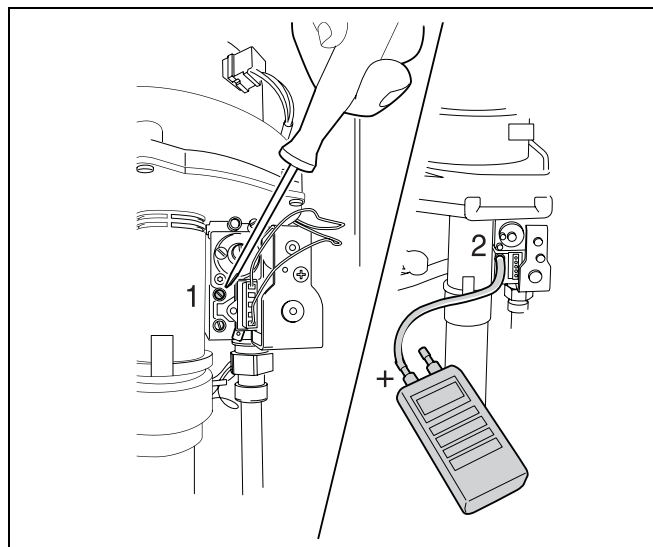

Рис. 31 Измерение и установка соотношения газ/воздух
- Ослабить винт в верхнем измерительном ниппеле (измерительный ниппель давления горелки) на два оборота (рис. 31, поз. 1).
- Соединить положительный контакт измерителя давления через шланг с измерительным ниппелем давления горелки (рис. 31, поз. 2).